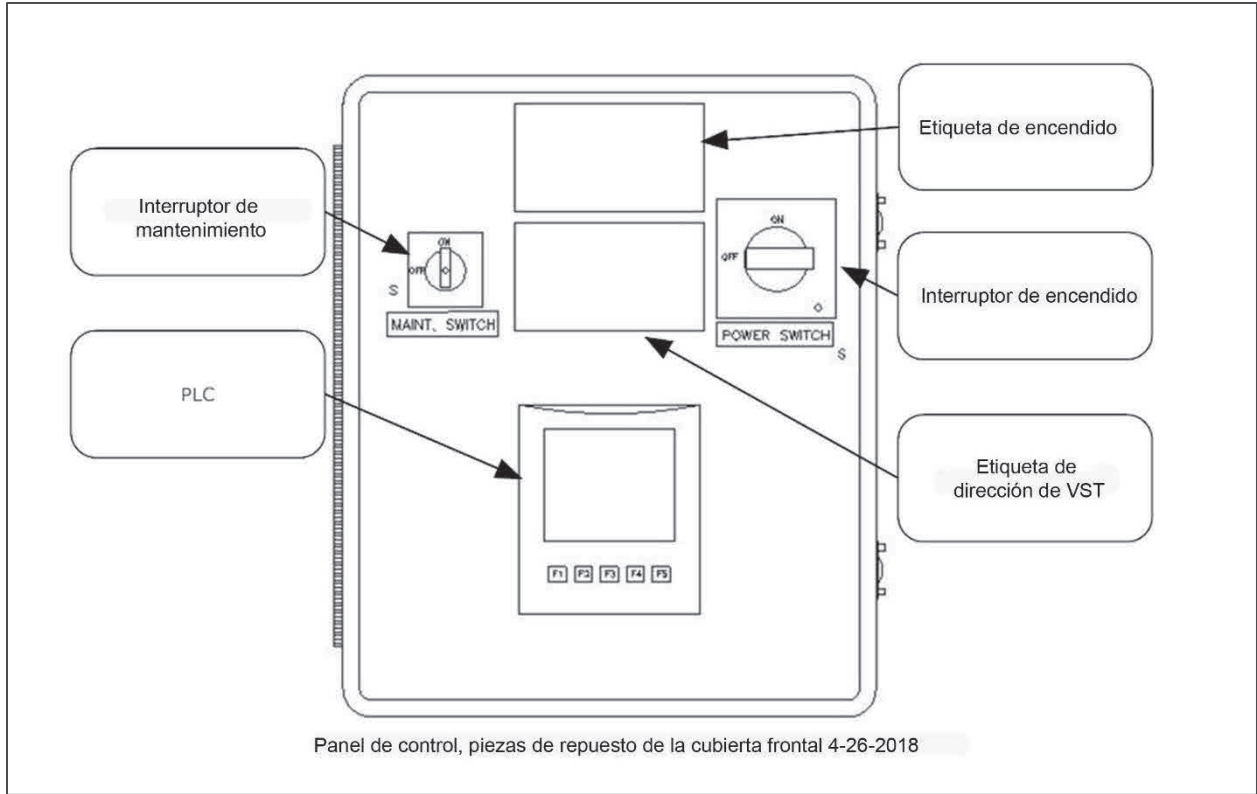

Figura 8-9: Componentes del panel de control de VST, cubierta delantera
2.	Compruebe que el interruptor de alimentación en la parte frontal del panel de control esté encendido. De lo contrario, enciéndalo. Vea la Figura 8-9.
2.	<p>Compruebe que el interruptor de alimentación en la parte frontal del panel de control esté encendido. De lo contrario, enciéndalo. Vea la Figura 8-9.</p>